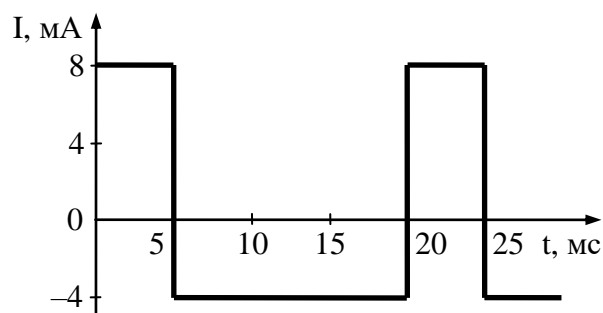

Рис. 1.
10. Определите показание выпрямительно-миллиамперметра, имеющего двухполупериодную схему выпрямления и ток, изменяющийся по кривой, изображенной на рис. 1. Погрешностями прибора пренебречь.